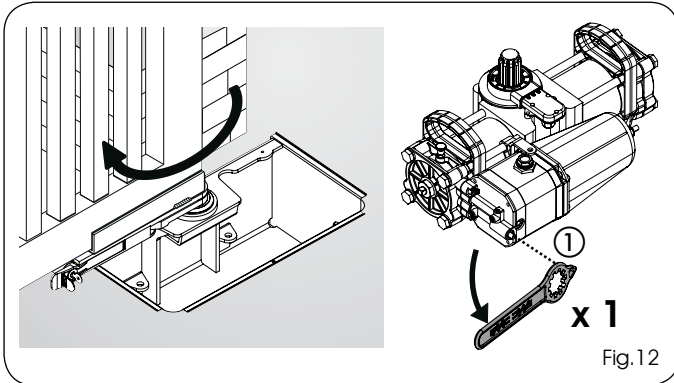

Fig.12
- 2) Tomando como referencia las instrucciones del capítulo 7.1, desbloquee el operador a nivel oleodinámico utilizando la llave a tal fin destinada (Fig.1 ref.18) en el tornillo de desbloqueo (Fig.12 ref.1)